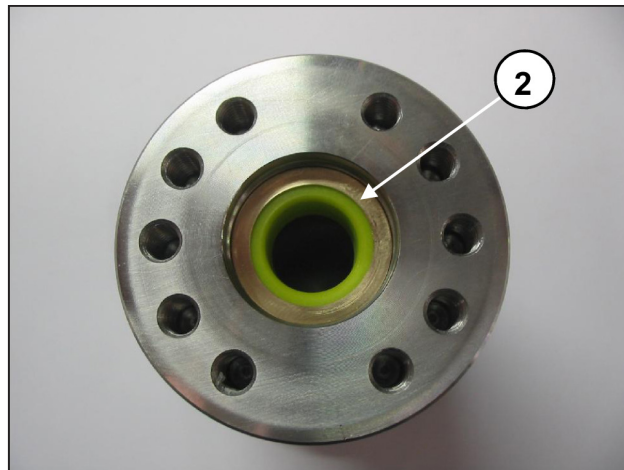
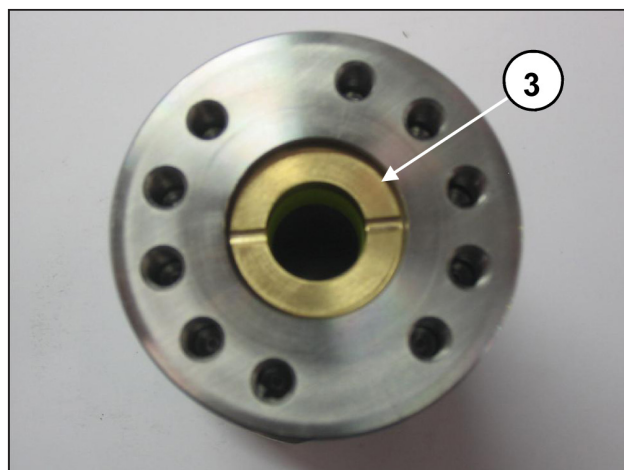
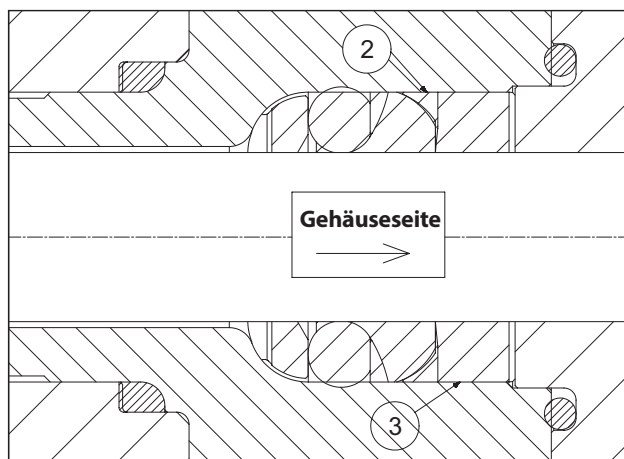

Abb. 42
Abb. 43
Abb. 44
- Setzen Sie den Stützring ② und die Dichtungshülse ③ wie in Abb. 42, Abb. 43, Abb. 44 gezeigt ein.
Führen Sie die Dichtungshülse ③ mit nach außen gerichteten Aussparungen (zur Gehäuseseite) gemäß Abb. 43 und Abb. 44 ein.